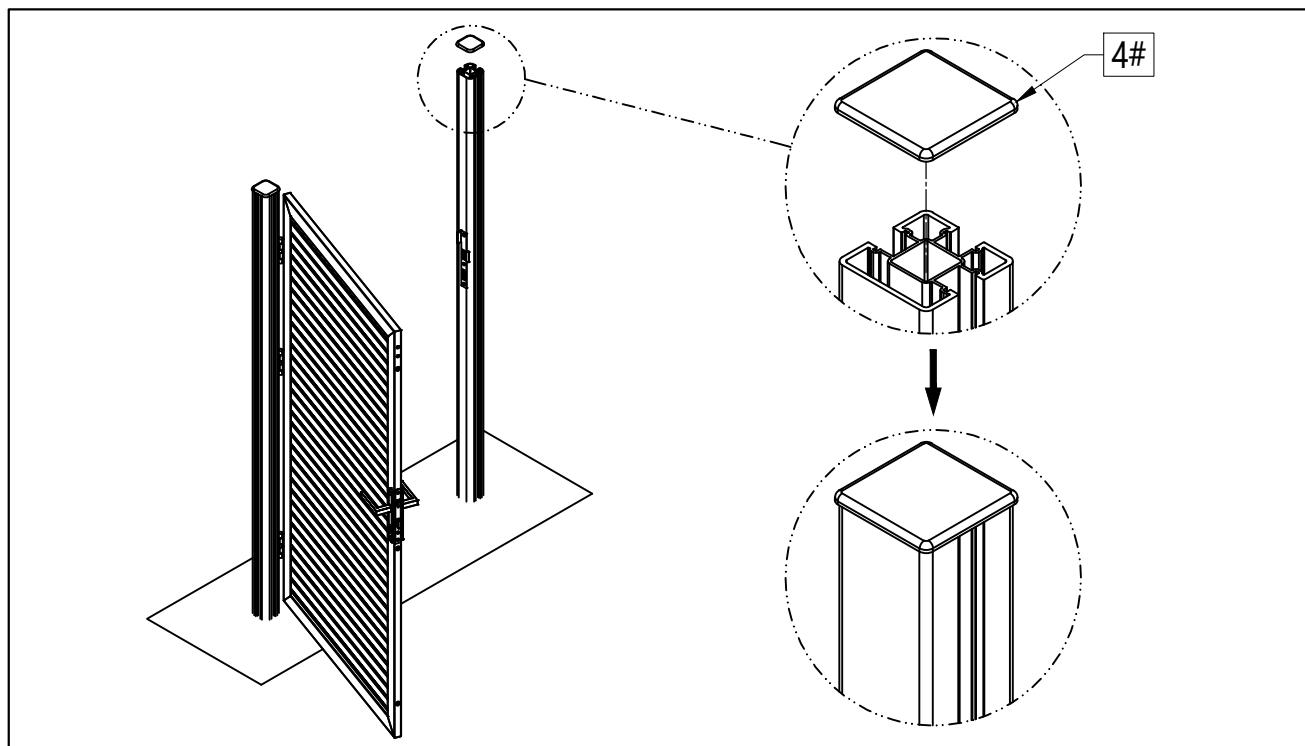

Abbildung 14
- 14** Bringen Sie die Pfostenkappe (4#) an der Oberseite jedes Torpfostens an, um die Installation abzuschließen, wie in Abbildung 14 dargestellt.